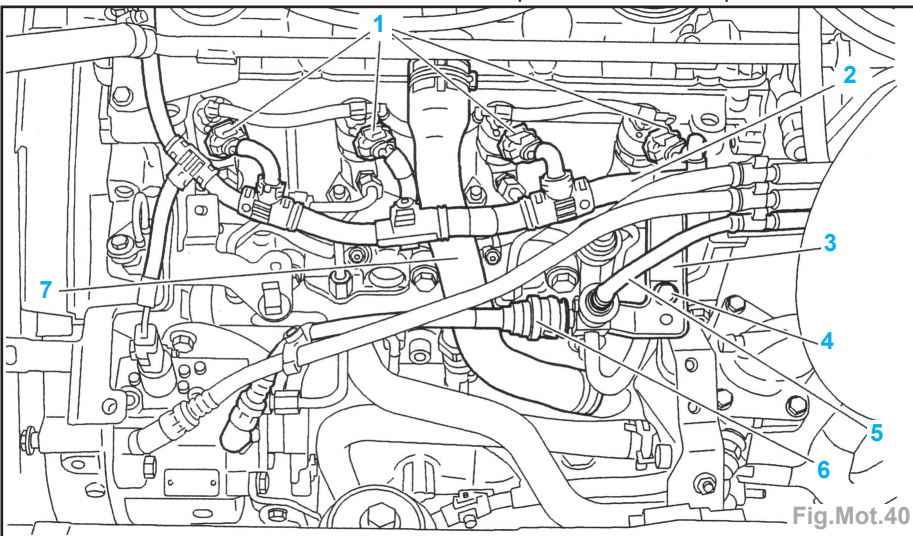

Fig.Mot.40
- Déconnecter les connecteurs (1) (Fig.Mot.40).
- Ecarter la barrette porte faisceau électrique (2).
- Désaccoupler et écarter la durit (7) de réaspiration des vapeurs d'huile.
- Désaccoupler et obturer les tubes (5) et (6).
- Ecarter les tubes (5) et (6).
- Déposer la vis (4).
- Ecarter le support (3).